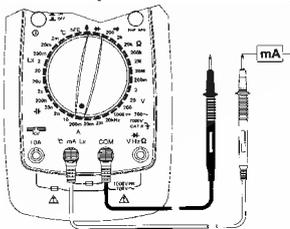

Рисунок 5
- (1) Вставьте штекер черного щупа в гнездо COM, а красного в гнездо mA.
- (2) Установите поворотный переключатель в положение требуемого диапазона mA. Подключите щупы, как показано на рис. 5.
- (3) Если на дисплее Вы увидите только символ "0L", это означает состояние перегрузки, и следует выбрать больший диапазон измерения.
- (4) Прочитайте на ЖК-дисплее показание результата измерения. Полярность красного щупа будет соответствовать полярности, индицируемой вместе с величиной напряжения.
- (5) Для измерения переменного тока нажмите кнопку "ACI"; для возврата в режим измерения постоянного тока еще раз нажмите кнопку "DCI".